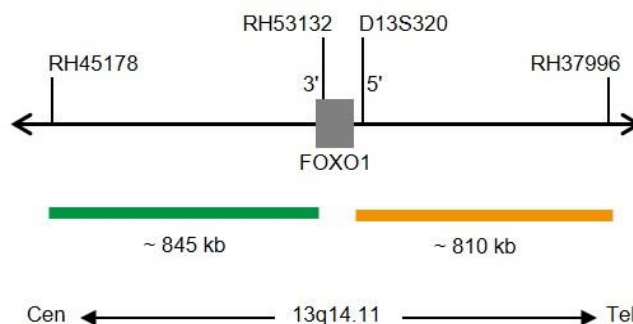

Fig. 1 : Carte de la sonde SPEC FOXO1 (pas à l'échelle)
- Polynucléotides marqués au ZyGreen (excitation 503 nm/émission 528 nm) (~10 ng/μl), qui ciblent des séquences en 13q14.11* (chr13:40,285,558-41,132,595) proximale de la région des points de rupture de FOXO1 (voir figure 1).
- Polynucléotides marqués au ZyOrange (excitation 547 nm/émission 572 nm) (~4.5 ng/μl), qui ciblent des séquences en 13q14.11* (chr13:41,246,917-42,054,781) distale de la région des points de rupture de FOXO1 (voir figure 1).